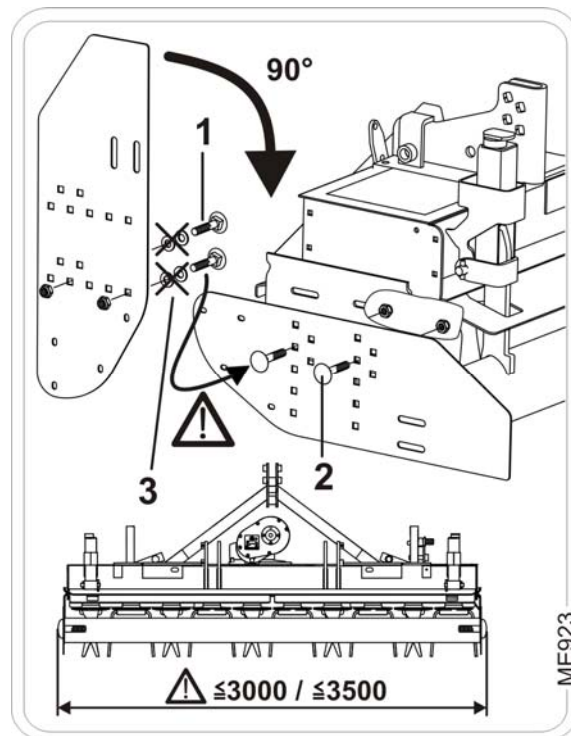

図 78
1. 平頭ねじ（図 78/1）を外してください。
3. 平頭ねじ（図 78/2）を外側からサイドパネルに差し込み、サイドパネルをねじで固定してください。
ワッシャ（図 78/3）は使用しないでください。